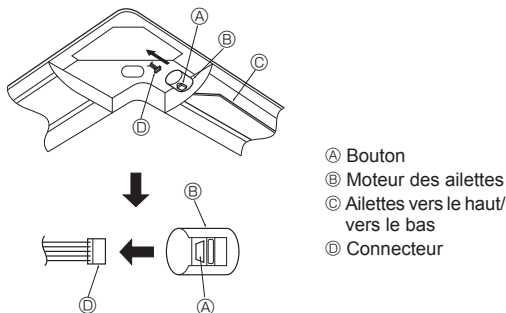

Fig. 6-11
- Prenez les fils de sortie CN4Y (blanc) et CN6Y (rouge) du panneau en coin i-see sensor ⑦ qui se trouvent sur le côté du boîtier électrique de l'appareil et assurez-vous de les connecter au connecteur de la carte de commande.
- Les fils de sortie du panneau en coin i-see sensor ⑦ doivent être fixés à la nervure de la grille à l'aide de l'attache ④ sans laisser de jeu.
- Les fils de sortie doivent être regroupés avec les fils de sortie de l'appareil et fixés avec 2 des attaches ④ sans laisser de jeu.
- * Le panneau en coin i-see sensor doit être fixé sur la grille ① à l'aide de ⑥ vis.
6.7. Verrouillage du sens de la soufflerie d'air vers le haut/vers le bas (Fig. 6-11)